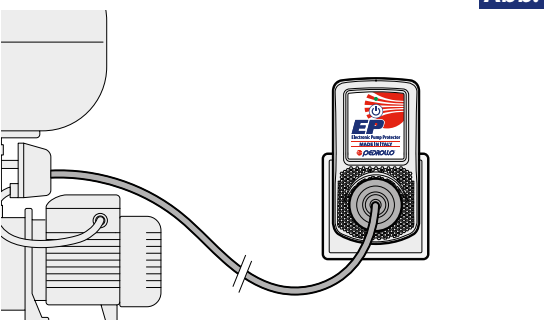

Abb. 4
- Stecken Sie den EP in die Steckdose (**Abb. 4**) und starten Sie den Selbstlernvorgang (siehe Gebrauchsanweisung).